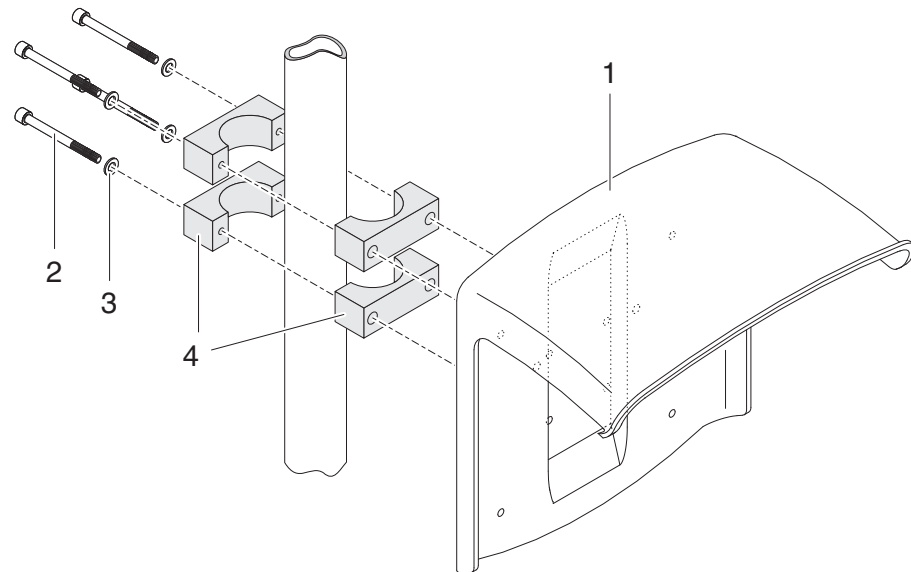

Fig. 3-5 Montaje del parasol SSH/IQ en un soporte de montaje
- 1 Atornille el parasol (pos. 1 en la Fig. 3-5) con los cuatro tornillos de cabeza hexagonal (pos. 2), las arandelas (pos. 3) y las abrazaderas (pos. 4) a la altura requerida en el soporte de montaje desde la parte posterior.